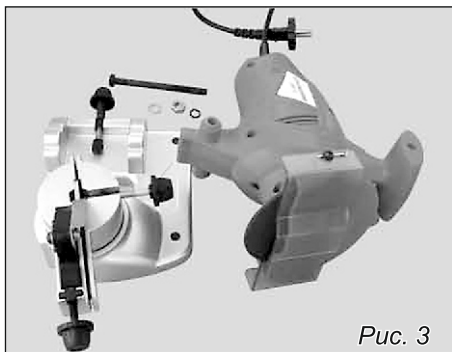

Рис. 3
- Смонтируйте электродвигатель на основании 3 (рис. 3).